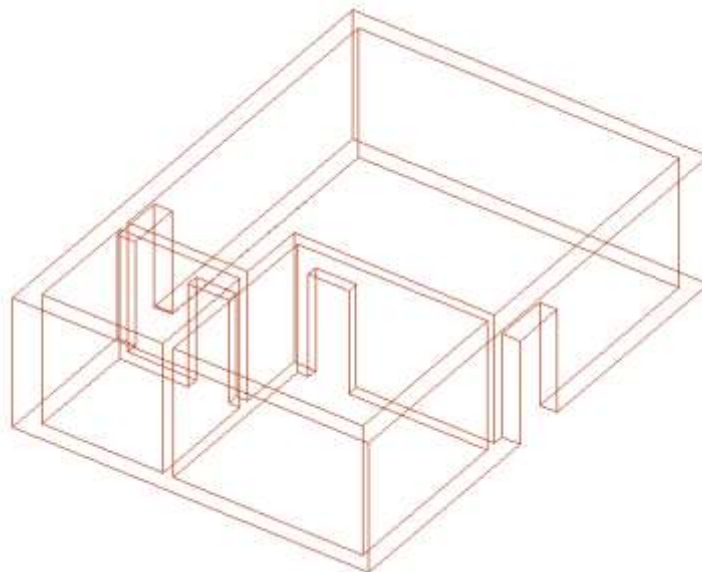

Рис. 12
6. Щелкните по 4 блокам, представляющим проемы - Enter (*Рис. 12*).